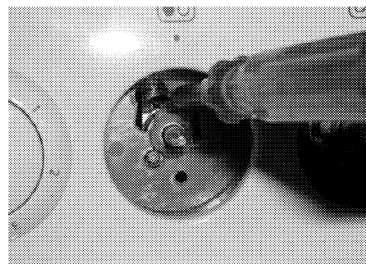

Figure.2
**2-** Allumer le brûleur à régler avec la manette du robinet correspondant tournée à fond vers la gauche. A l'aide d'une tournevis, dévisser la vis du robinet et chercher la position donnant le débit de gaz convenable (fig.2).